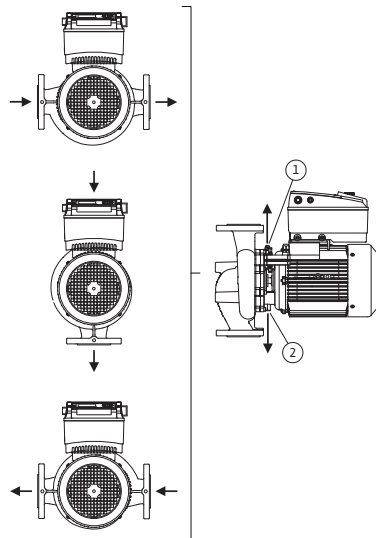

Fig. 18: Tilladte installationspositioner med horisontal motoraksel
De tilladte installationspositioner med horisontal motoraksel og elektronikmodul, der vender opad (0°), er vist i fig. 18. De tilladte installationspositioner med elektronikmodul monteret på siden (+/- 90°) er ikke afbildet. Enhver installationsposition undtagen "elektronikmodul nedad" (- 180°) er tilladt. Udluftningen af pumpen er kun sikret, hvis udluftningsventilen peger opad (fig. 18, pos. 1).
Kun i denne position (0°) kan opstået kondensat bortledes målrettet via en eksisterende boring, pumpekanterne samt motor (fig. 18, pos. 2).
- Ved horisontal motoraksel er det nødvendigt at kondensathullet vender nedad (fig. 18, pos.2). Motoren skal evt. drejes, så dette overholdes.